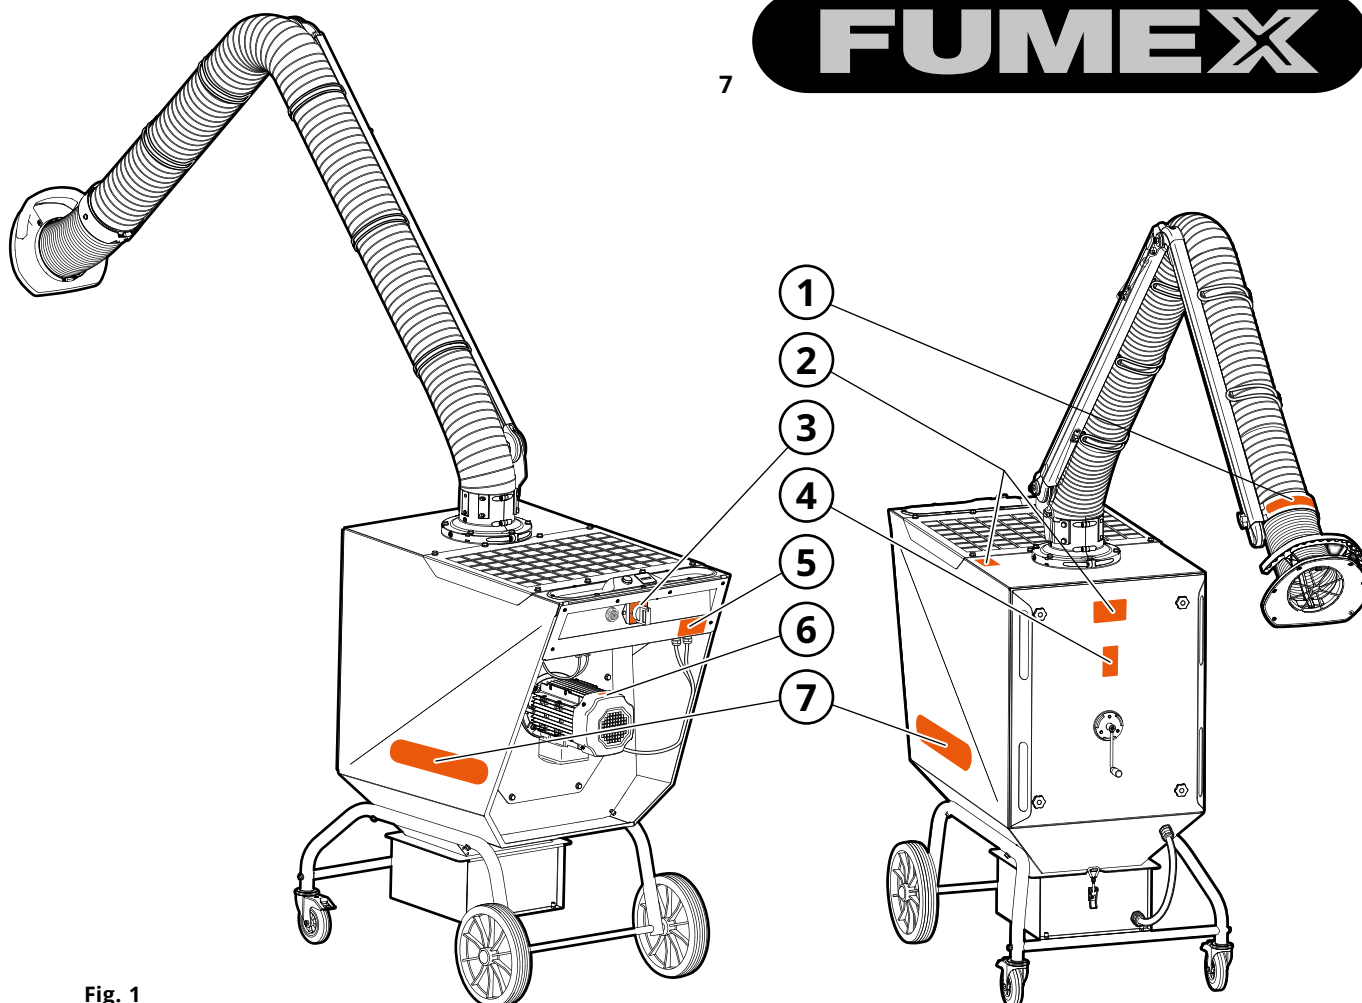
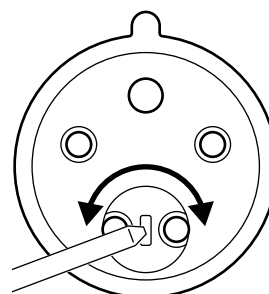

Fig. 1
Fig. 16
Selon la Fig. 1.
3. Contrôlez le sens de rotation du ventilateur. Pour ce faire, démarrez le ventilateur, puis arrêtez-le. Lorsque la vitesse diminue, vous pouvez voir le sens de rotation du moteur à travers le capot de protection du refroidissement de ventilateur (où se trouve l'autocollant, selon la Fig. 1, pos. 6). Si le sens de rotation est incorrect, inversez les phases dans la fiche avec un ciseau plat comme indiqué sur la Fig. 16.